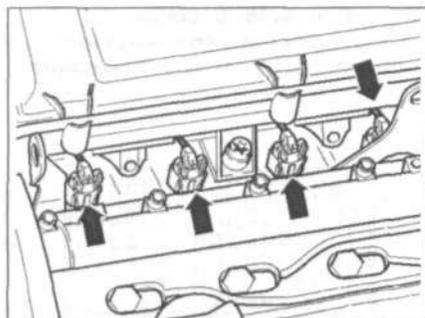

Рис. 4.50. Отсоедините разъемы проводки (стрелки) от форсунок.
10. Отсоедините разъемы проводки (стрелки) от форсунок (рис. 4.50).